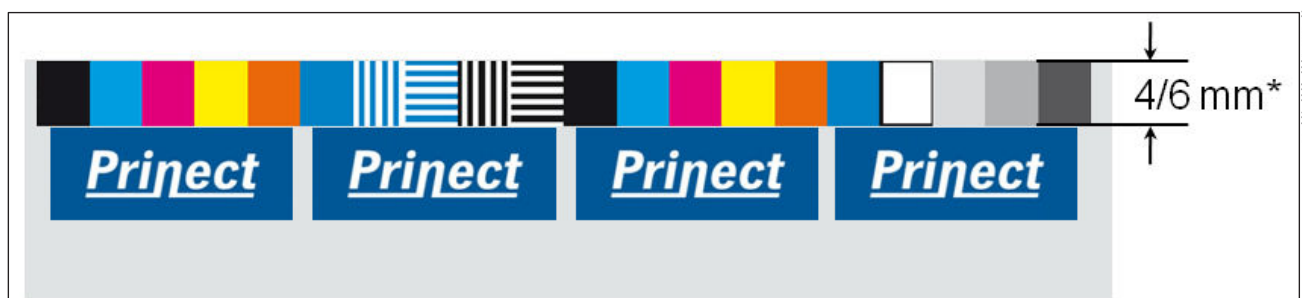

Abb. 16 Messfeldgröße bei Autotracking Softwareversion S12A
- Ab Softwareversion S12A ist das Papierweiß nicht mehr notwendig (Abb. 16).